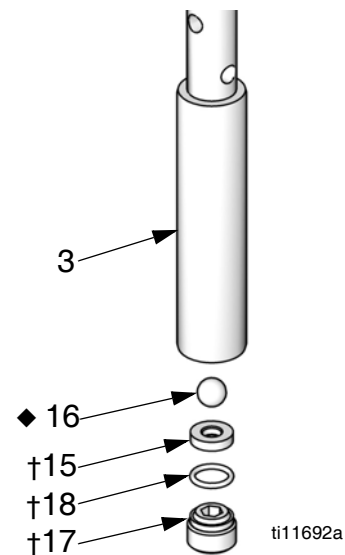

ABB. 5. Kolbenkugel und Sitz austauschen.
13. Den O-Ring (18†), Sitz (15†) und Kugel (16◆) entfernen. Siehe ABB. 5.